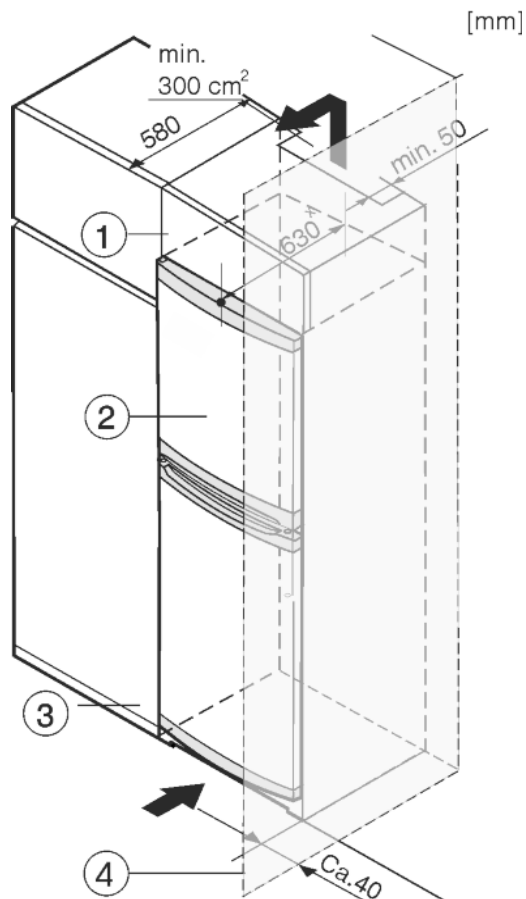

Fig. 8
- (1) Шкаф-пристройка
- (2) Уред
- (3) Кухненски шкаф
- (4) Стена
Уредът може да е обграден с кухненски шкафове. За да изравните височината на уреда Fig. 8 (2) с височината на вградената кухня, над уреда може да се постави шкаф-пристройка Fig. 8 (1).
При вграждане с кухненски шкафове (дълбочина макс. 580 мм), уредът може да се постави директно до кухненския шкаф Fig. 8 (3). Отстрани уредът е издаден на 34 мм ×, а в средата на уреда - на 50 мм × спрямо предната страна на кухненския шкаф.
Когато уредът се постави с шарнири близо до стена Fig. 8 (4), разстоянието между уреда и стената трябва да бъде поне 40 мм. Това е разстоянието, на което дръжките излизат напред при отворена врата.